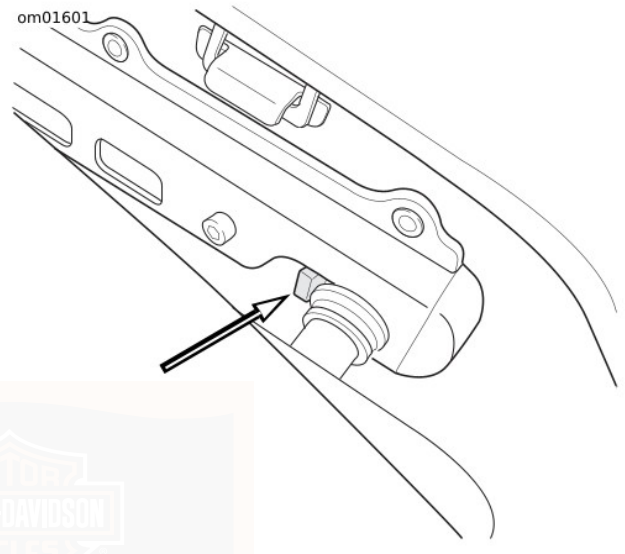

Figura 15. Chiusura della staffa della borsa portapacchi inserita
4. Vedere Figura 15. Controllare che la borsa portapacchi sia fissata saldamente a tutti i punti di montaggio e che la chiusura della staffa sia inserita come mostrato.